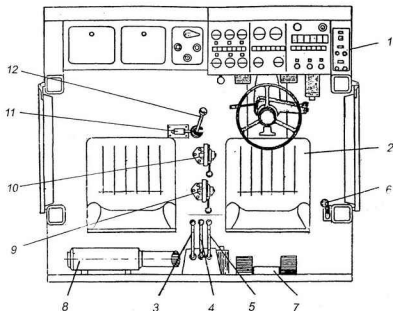

Рис. 3 Управление снегоочистительным оборудованием
Управление подъемом и опусканием отвала производится рычагом 3 гидрораспределителя (рис. 3).
Разворот отвала в грейдерное положение и положение "Перекас" осуществляется электрогидравликой с помощью соответствующих кнопок на пульте управления 1 (рис. 3).
- при неработающем двигателе установить рычаг механизма переключения передач 6 (рис. 3) в положение III;
лицом к ротору. По окончании разворота поворотная платформа стопорится в ограничителе 8, при этом от упора срабатывает датчик 4 (при развороте в сторону ротора) и на пульте реверса 7 (рис. 3) загорается сигнальная лампа РЕВЕРС, сигнализирующая о готовности к работе электрооборудования машины в режиме заднего хода.